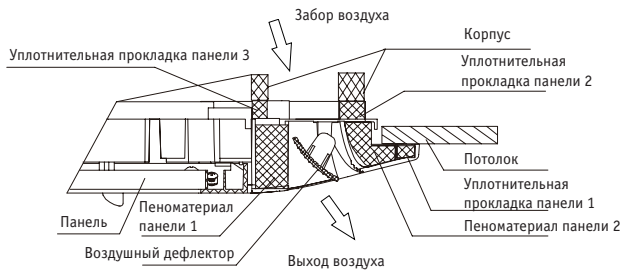

Рис. 5.15
- 6) Отрегулируйте панель в направлении, указанном стрелкой (см. рисунок 5.15, ③), чтобы центр панели совпал с центром отверстия в потолке. Убедитесь в том, что крюки в четырех углах надежно держатся на месте.